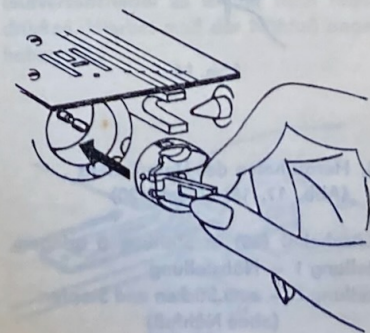

Abb. 15
13. Einsetzen der Spulenkapsel (Abb. 15)